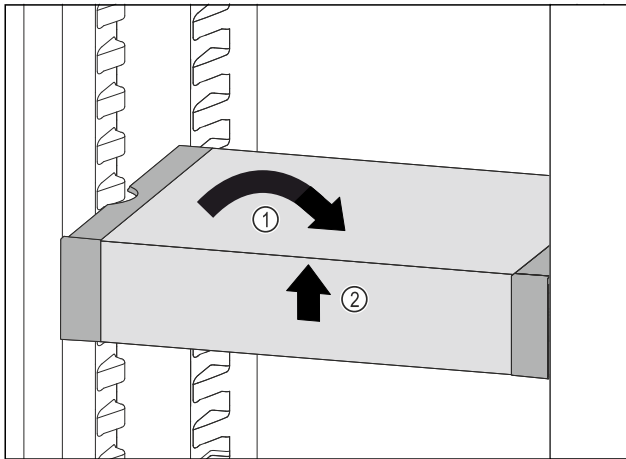

Fig. 75
- ▶ VarioSafe ustawić prosto. Fig. 75 (1)
- ▶ VarioSafe unieść z przodu. Fig. 75 (2)